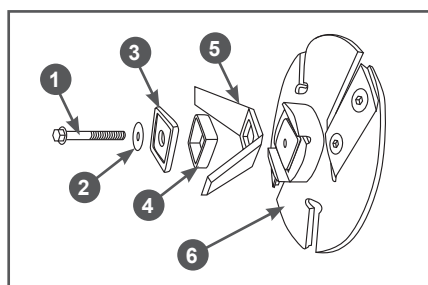

Рис. 20 Демонтаж V-образного ножа
5. Открутите винт 1, снимите шайбу 2, прокладку 3, пластину 4, и извлеките V-образный нож 5 из посадочного гнезда режущего диска 6 (Рис. 20).